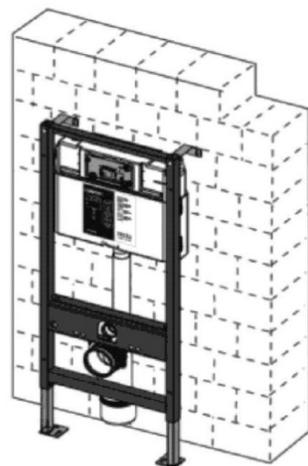

рис. 3
3. Убедитесь, что скрытая инсталляция подсоединенна, а наружная стена отремонтирована (рис.3).